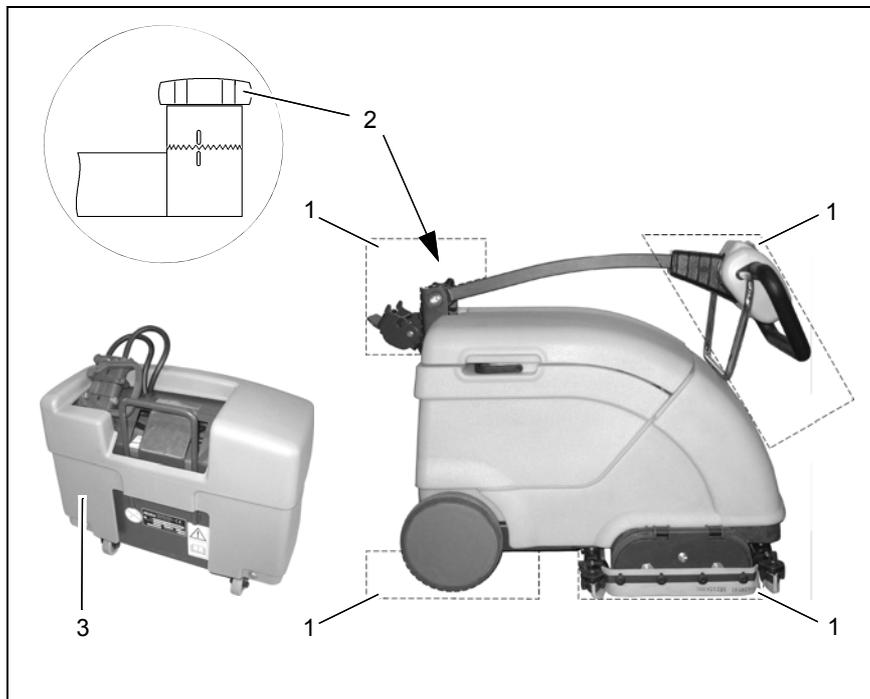

Fig.2
2. Remover blocos de isolamento Fig. 2/1
3. Desaperte o manípulo (Fig. 2/2) e coloque o guiador na posição de operação (segundo as marcas). Aperte novamente o manípulo.
4. Remova o kit de baterias (Fig. 2/3) da caixa.